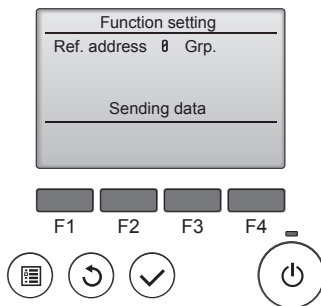
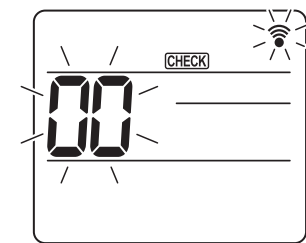

Fig. 6-15
Fig. 6-16
- ⑤ (Fig. 6-15)
- ① Aceder ao modo de selecção da função
- (Inicie esta operação a partir do estado de desligado do visor do controlo remoto.) [CHECK] (VERIFICAR) acende e "00" pisca. (Fig. 6-16)